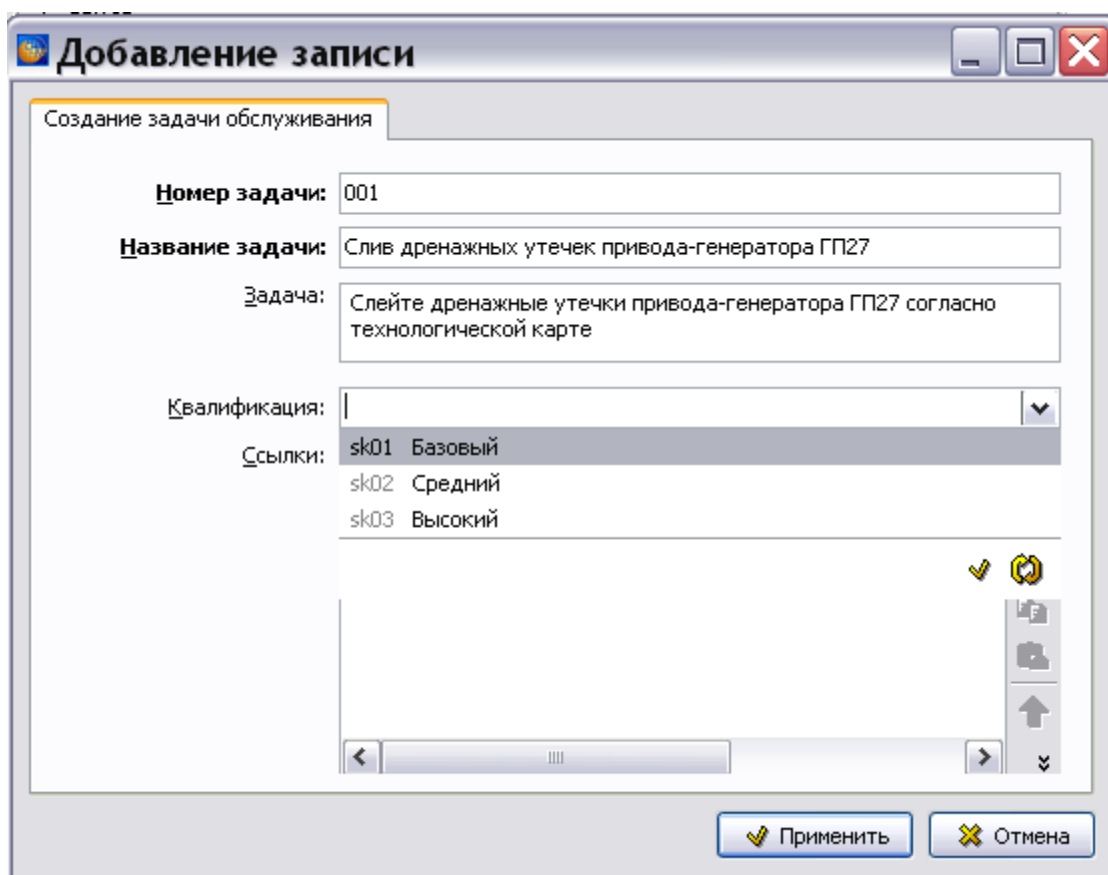

Рис. 9.93
5. В поле **Квалификация** из выпадающего списка, в котором находится информация из справочника уровней квалификации, выберите уровень квалификации персонала (Рис. 9.93). Возможен контекстный поиск по идентификатору элемента справочника с клавиатуры.